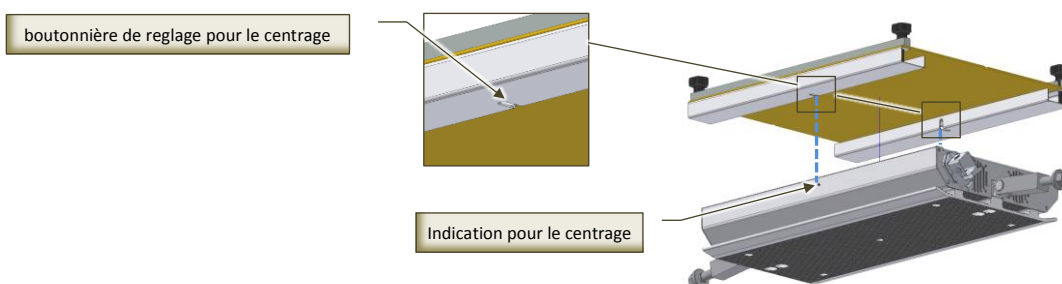

Fig. 7.4-1 - Positionnement de la plaque de jonction sur la plaque de presse inférieure
- Placez la plaque de jonction sur la plaque inférieure de la presse (Fig. 7.4-1) : les fentes de la plaque de jonction doivent s'insérer parfaitement dans les emplacement de référence de la plaque inférieure de la presse ;